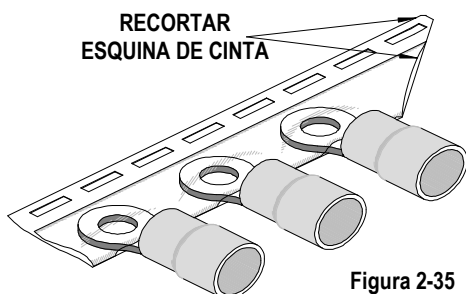

Figura 2-35
4. Será más fácil "iniciar" la cinta en el riel guía si se recorta la esquina de la cinta de la manera que se muestra en la Figura 2-35.
- 2 Será más fácil "iniciar" la cinta en el riel guía si se recorta la esquina de la cinta de la manera que se muestra en la figura 2-35.